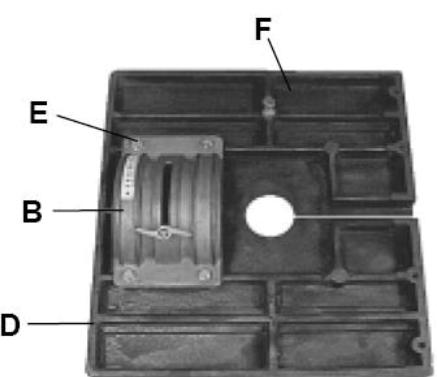

Рис. 2
- Чотирима шестигранними болтами (M8x16) та шайбами прикріпіть механізм нахилу столу з підпорою (B) до нижньої частини столу (D), слідкуйте за тим, аби шкала регулювання кута розташувалася якомога близче до краю столу (Рис. 2).
- Доки стіл перевернутий, закріпіть стопорний гвинт столу та гайку (F), як зазначено на рисунку. Це потрібно буде відрегулювати пізніше (Рис. 2).